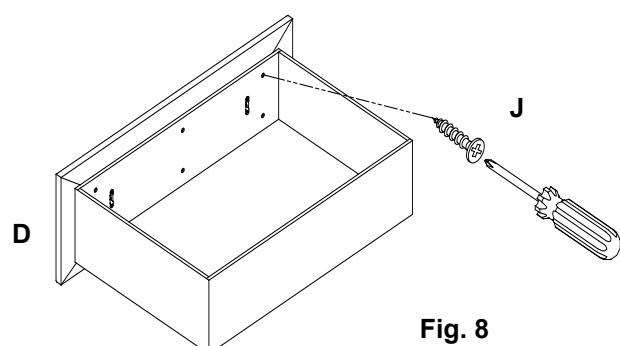

Fig. 8
Una vez que el frente del cajón (D) esté asegurado, usar el destornillador Philips (no se incluye) para insertar 6x tornillos (J) desde la caja del cajón hacia el frente del cajón (D). Ver **Fig. 8**.